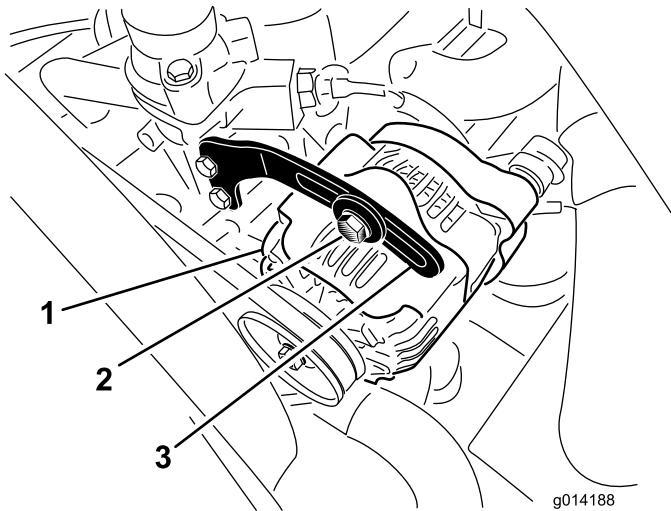

図 57
2. オルタネータ側プーリとクランクシャフト側プーリ間の中央部でオルタネータベルト(図 57)を指で10 kg程度の力で押してベルトの張りを点検する。
3. ブレースをオルタネータ図 57に固定しているボルトと、オルタネータのピボットボルトをゆるめる。